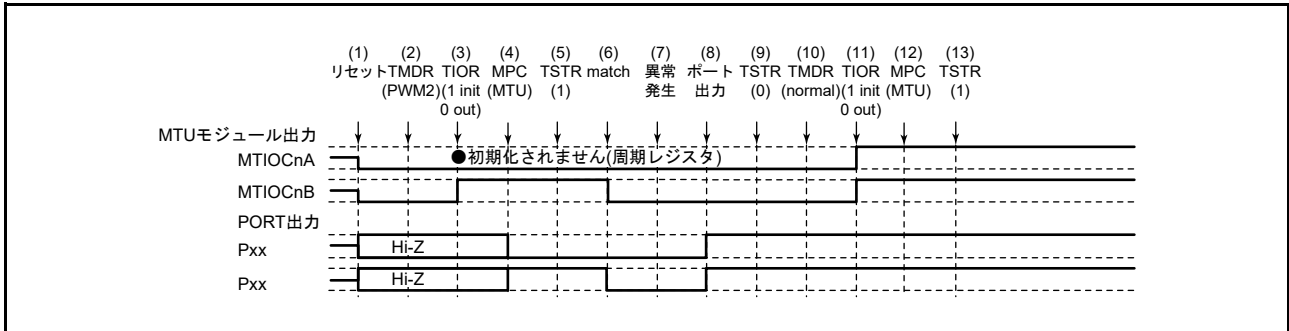

図 20.166 PWM モード 2 で異常が発生し、ノーマルモードで復帰する場合
PWM モード 2 で異常が発生し、再設定後ノーマルモードで再スタートする場合の説明図を図 20.166 に示します。
(1) ~ (9) は図 20.166 と共通です。
(10) PWM モード 1 を設定します。
(11) TIOR レジスタで端子を初期化してください (PWM モード 1 では MTIOcNB (MTIOcND) 端子に波形が出力されません。出力すべきレベルがある場合は、I/O ポートのポート方向レジスタ (PDR)、ポート出力データレジスタ (PODR) で汎用出力ポートの設定をしてください)。
(12) MPC と I/O ポートのポートモードレジスタ (PMR) で MTU 出力としてください。
(13) TSTRA レジスタで再スタートします。
(15) PWM モード 2 で動作中に異常が発生し、PWM モード 2 で再スタートする場合の動作
(10) PWM モード 2 で再スタートする場合には必要ありません。
(11) TIOR レジスタで端子を初期化してください (PWM モード 2 では周期レジスタに使用した TGR レジスタに対応する端子に波形が出力されません。出力すべきレベルがある場合は、I/O ポートのポート方向レジスタ (PDR)、ポート出力データレジスタ (PODR) で汎用出力ポートの設定をしてください)。
(16) PWM モード 2 で動作中に異常が発生し、位相計数モードで再スタートする場合の動作
(17) 位相計数モードで動作中に異常が発生し、ノーマルモードで再スタートする場合の動作